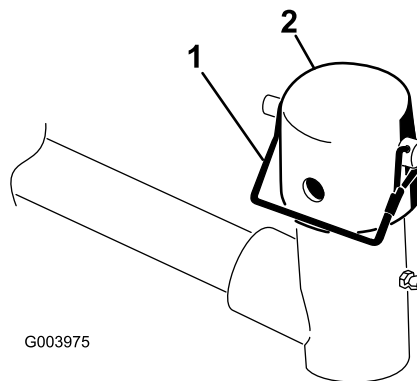

Figura 4
3. Em cada braço de elevação da unidade de corte, remova o pino de sujeição que prende a forquilha da articulação do braço de elevação e remova a tampa (Figura 4).